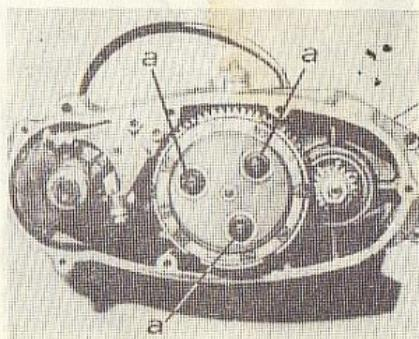

Fig. 19
2. Stringeți piuliștele „a“ pînă la comprimarea arcurilor spiră pe spiră (fig. 19).